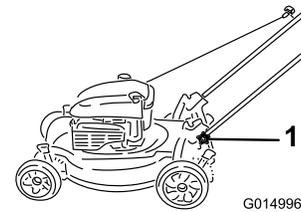

Bild 37
1. Lösen Sie die Griffhandräder, bis Sie den Griff ungehindert bewegen können (Bild 37).